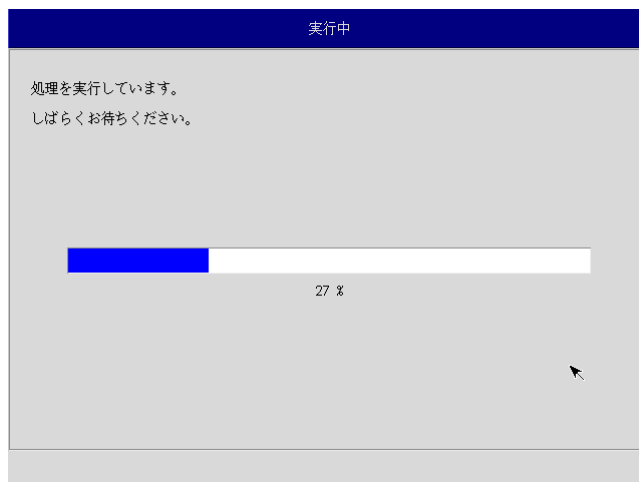

図 5-2-8. 実行中画面
- ⑫ 実行中画面（図 5-2-8）が表示され、処理が開始されます。実行中はリカバリ USB メモリ、バックアップ USB を外さないでください。また、電源を落とさないようにしてください。